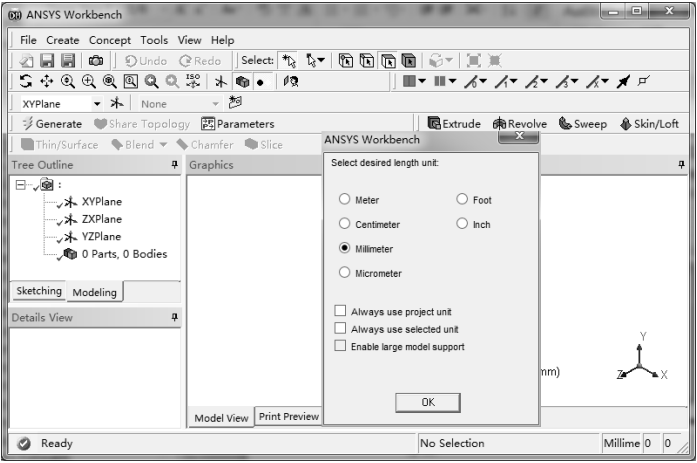

图 5-38 【ANSYS Workbench】对话框
1) 双击项目 A 中的 A2 栏的【Geometry】项，此时会进入到 DesignModeler 界面，并弹出【ANSYS Workbench】对话框，选择【Millimeter】单选按钮设置 mm 单位，如图 5-38 所示。